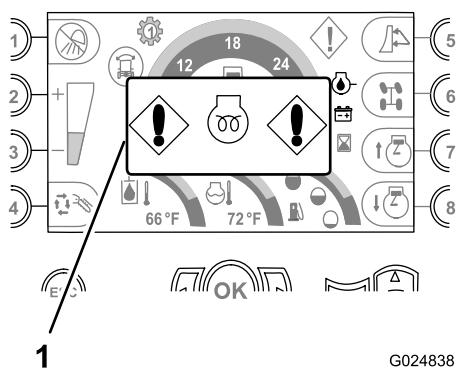

Figura 32
- Indicador para aguardar partida do motor** – Este indicador é exibido quando a chave está na posição ON e a entrada do aquecedor de ar para o motor está energizada (Figura 32).
Nota: Aguarde até que o indicador não mais apareça antes de tentar dar partida no motor (Figura 32).